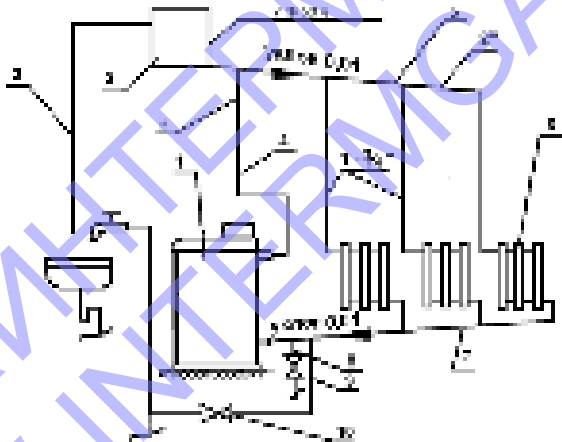

Рис. 4. Схема системы отопления.
8.4. В случае прекращения работы котла в зимнее время на продолжительный срок (свыше суток) во избежание замерзания воды, слейте ее через вентиль сливной магистрали 8 (Рис.4), после чего слейте остатки воды из теплообменника, отвернув заглушки с труб слива 18 (Рис.1).